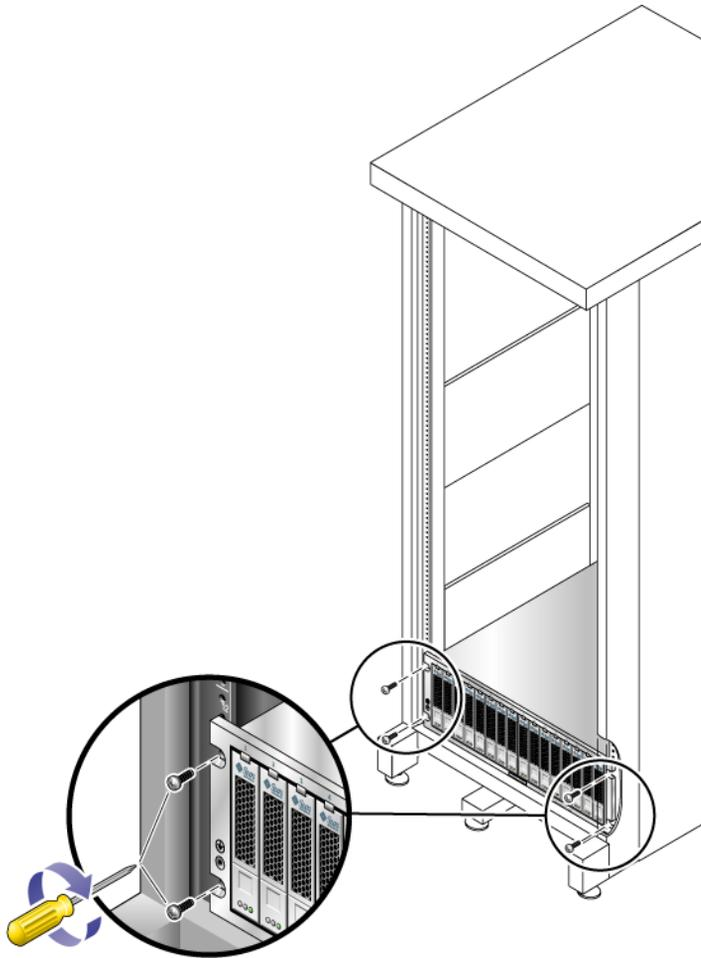

FIGURE 2-9 Fixation de l'unité à l'avant d'une armoire Sun Rack 900/1000
3. Utilisez le tournevis cruciforme n°3 pour installer et serrer quatre vis M6 (deux par côté) pour fixer le plateau à l'avant de l'armoire (FIGURE 2-9).